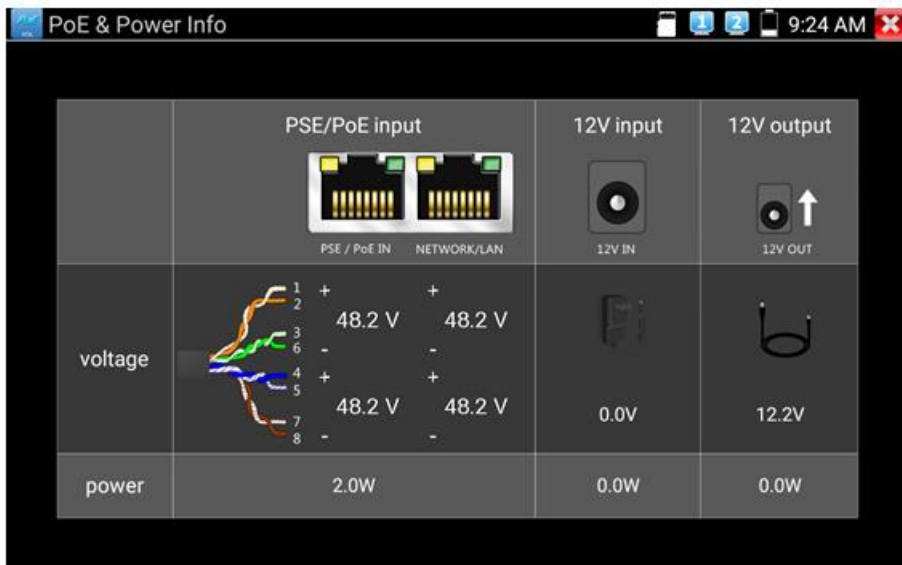

Рис. 125 Интерфейс приложения «PoE тестер»
4. На экране отобразится напряжение (красным шрифтом, в вольтах) на пронумерованных парах. Ниже этой диаграммы отобразится потребляемая устройством мощность в Ваттах, рис. 125